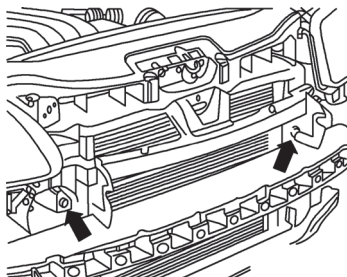

图 5-50 拆卸螺栓
- ⑥ 拆卸散热器 / 冷凝器与支架之间的螺栓（图 5-50 箭头所示）。将散热器 / 冷凝器的上部略微向发动机侧推，以便有足够的空间拆卸冷凝器。